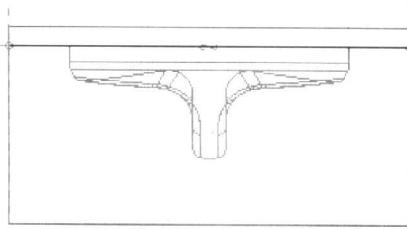

图 1.1.13 截面草图
Step9. 绘制截面草图。进入截面草绘环境后，绘制的截面草图如图 1.1.13 所示。完成特征截面的绘制后，单击工具栏中的“完成”按钮 **✓**。